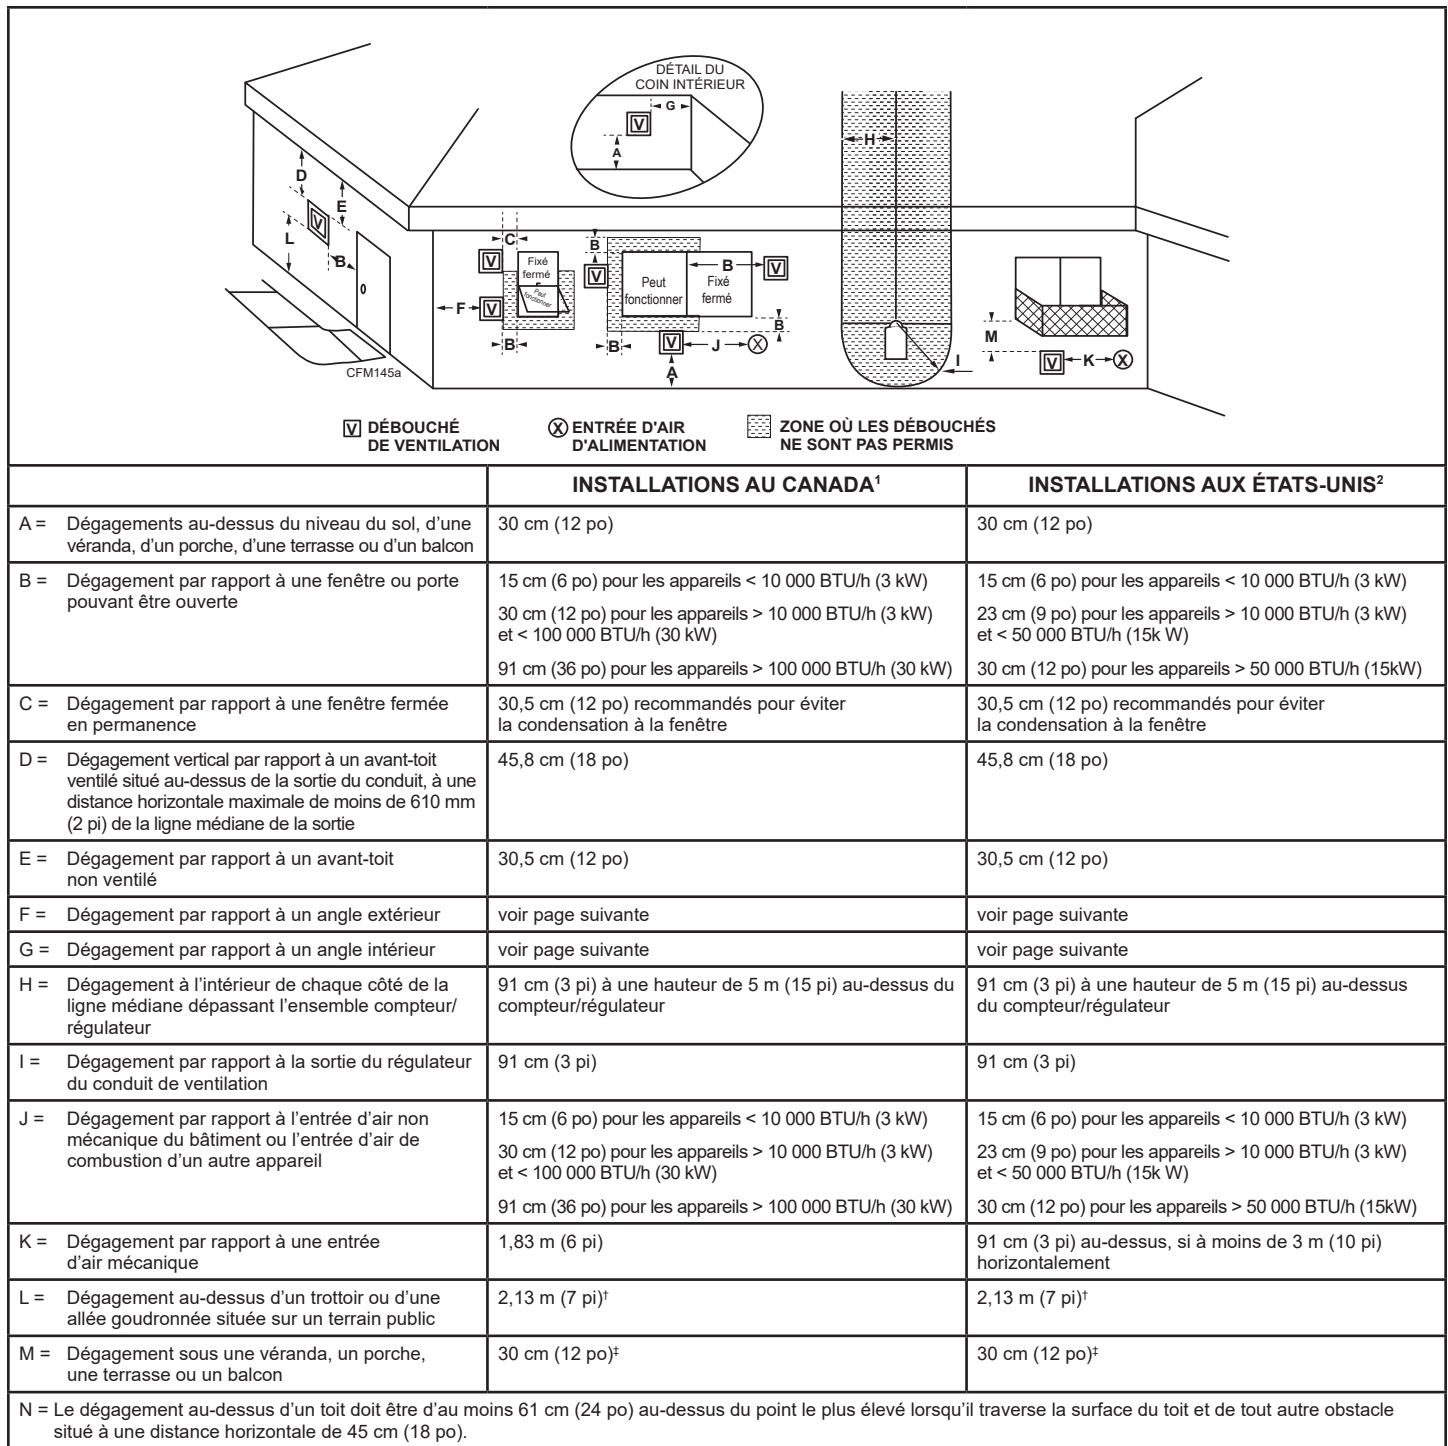

Figure 2.11 – Dégagements de débouché de ventilation.
Le conduit de ventilation doit s'élever verticalement sur une hauteur minimale de 610 mm (24 po) au-dessus de la surface supérieure de l'appareil, avant le premier coude. La course de conduit horizontale peut atteindre 6 m (20 pi) et comprendre une section montante verticale mesurant jusqu'à 12 m (40 pi) (figure 7) La sortie horizontale doit également répondre aux critères apparaissant sur les figures 2.11 à 2.12.
- La hauteur de la sortie doit être conforme au dégagement de toit, comme indiqué à la figure 2.11.
Lors de la planification de l'installation, tenez compte de l'emplacement de la sortie de ventilation et des dégagements. Certains des dégagements les plus courants à garder à l'esprit sont illustrés à la figure 2.11.
**Important : Tous les dégagements de ventilation doivent être observés. Vérifiez les dégagements de votre débouché de ventilation à l'aide des figures 2.11 et 2.12.**